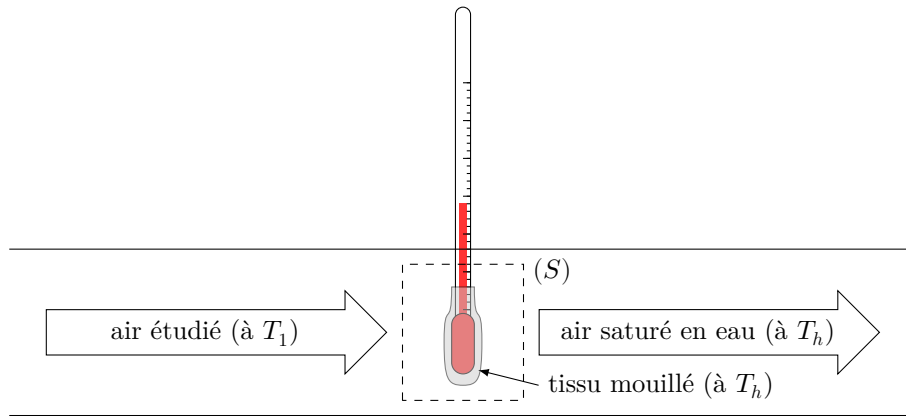

Figure 5 Thermomètre à bulbe humide
La figure 5 schématise le transport de l'air humide sur le thermomètre à bulbe humide. La température de sortie T_h est déterminée à l'aide d'un bilan thermodynamique appliqué à la surface de contrôle (S) représentée sur la figure 5. À l'entrée, la température de l'air vaut T_1 et l'humidité absolue est x_1 . À la sortie, la température est T_h et l'humidité absolue est $x_2 = x_{\text{sat}}(T_h)$. Le débit massique d'air sec dans l'écoulement est noté $D_{m,\text{as}}$. La pression est uniforme et constante et vaut $p = 1,013\text{ bar}$. On néglige tout transfert thermique à travers la surface de contrôle (S).